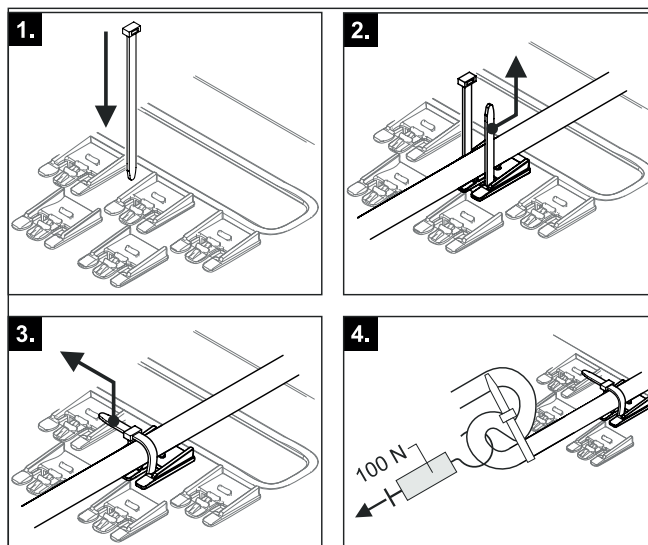

Bild 74-34 Utförande och kontroll av dragavlastning
- 7 För alla kablar som är anslutna till Daikin Altherma EHS(X/H) måste effektiv dragavlastning säkerställas på utsidan av reglerhuset med hjälp av buntband (steg 1 – 3, Bild 74-34).
- 8 Kontrollera dragavlastningens hållkraft (steg 4, Bild 74-34).